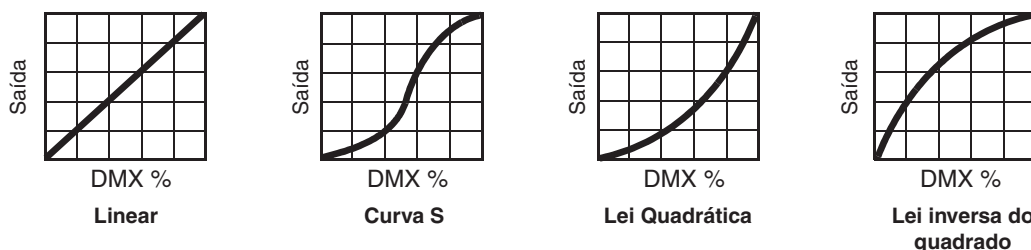

Figura 5: Opções de curva de atenuação
- **DIMMER CURVE** oferece quatro opções de atenuação (veja a Figura 5):